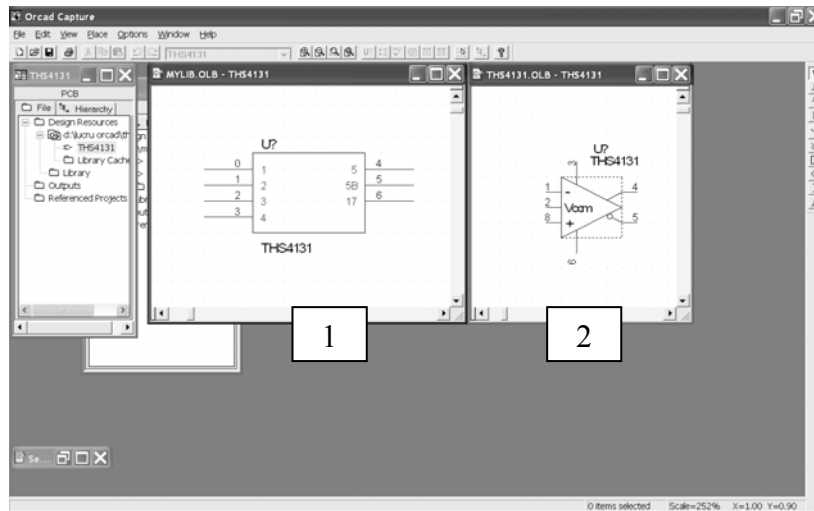

Figura 5.70
19. Din această bibliotecă, deschideți de asemenea fereastra de editare a simbolului THS4131. În acest moment avem deschise cele două ferestre, una cu simbolul componentei în formă standard (fereastra 1), iar cealaltă cu simbolul componentei gata elaborat (fereastra 2), ca în figura 5.70.